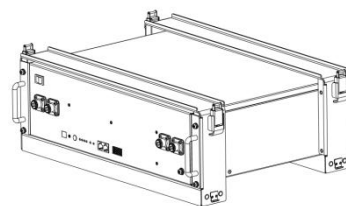

Figura3-4
1. Posicione a B3 e os suportes como mostra a figura3-4 e insira a B3 nos suportes. Utilize 4 parafusos para fixar o